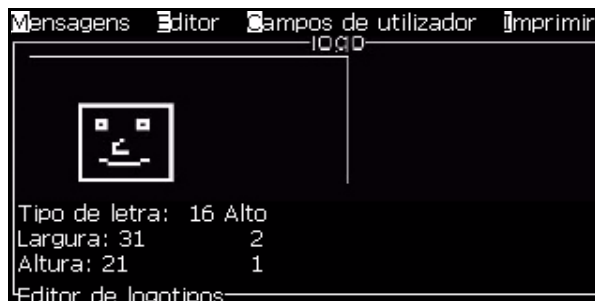

Figura 5-48: Recortar logotipo
- 1 Pressione a tecla *Enter* e aparecerá uma moldura que mostra os limites atuais do gráfico (Figura 5-48).